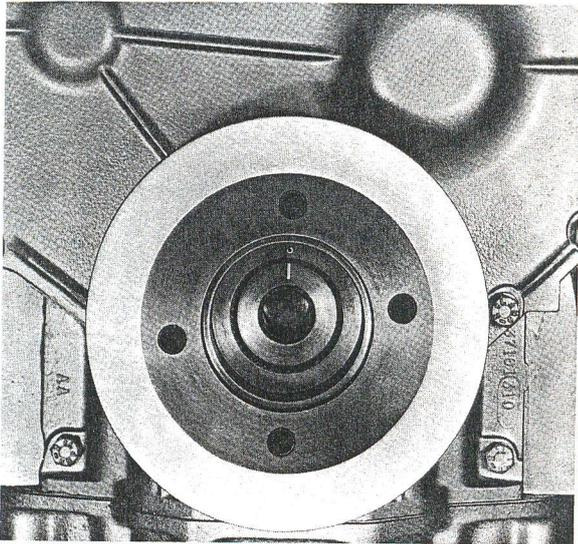

Fig. L1 — Repères sur poulie du vilebrequin et vilebrequin.
4. Remonter la poulie du vilebrequin en s'assurant que le repère central poinçonné sur la poulie, coïncide avec le trait repère de la face avant du vilebrequin (fig. L1). Remettre la vis et la rondelle et serrer au couple de 38/41 m.da N.